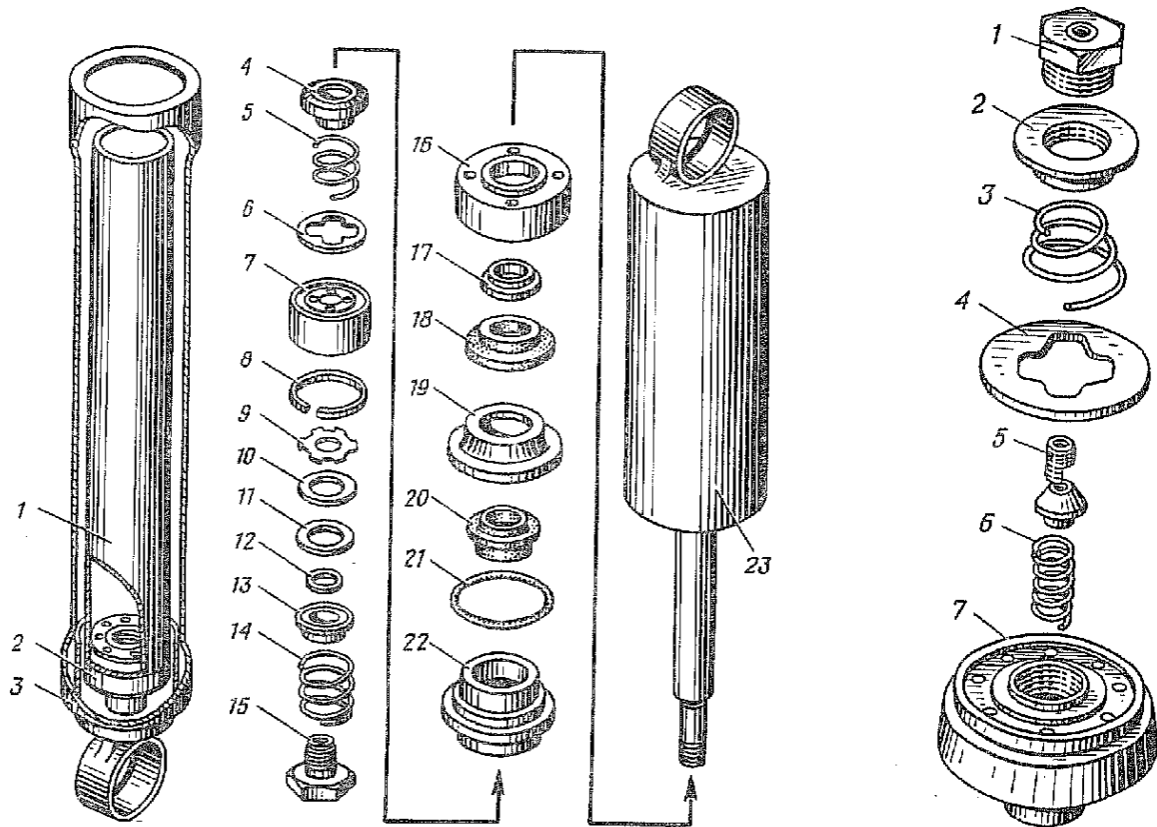

Рис. 180. Амортизатор в сборе (11.2915006):
1.2. Отвернуть гайку 16 (рис. 180) резервуара амортизатора и вынуть шток в сборе с поршнем и сальниковым устройством из рабочего цилиндра амортизатора (ключ для гайки резервуара амортизатора).
1.12. Снять кольцо 8 (рис. 180) с поршня 7 (отвертка 150×0,5).
3.4. Установить кольцо 8 (рис. 180) на поршень (отвертка 150×0,5).